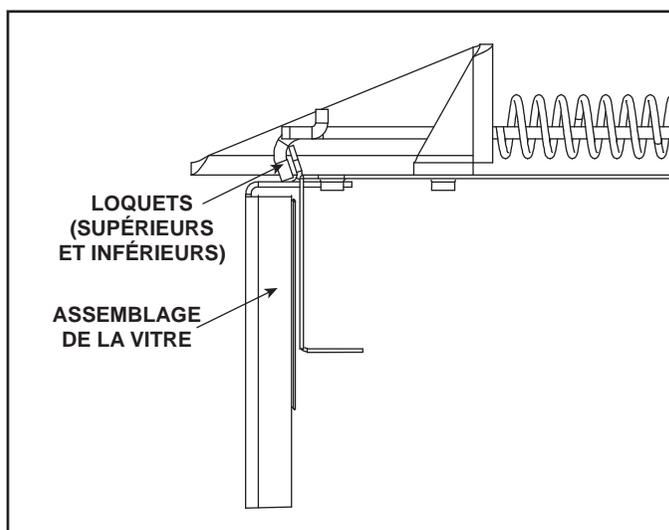

Figure 11.2 Assemblage de vitre fixe
- Sortez les quatre verrous de l'assemblage de la vitre fixe hors de son cadre. Enlevez l'assemblage de la vitre fixe de l'appareil. Voir la figure 11.2.